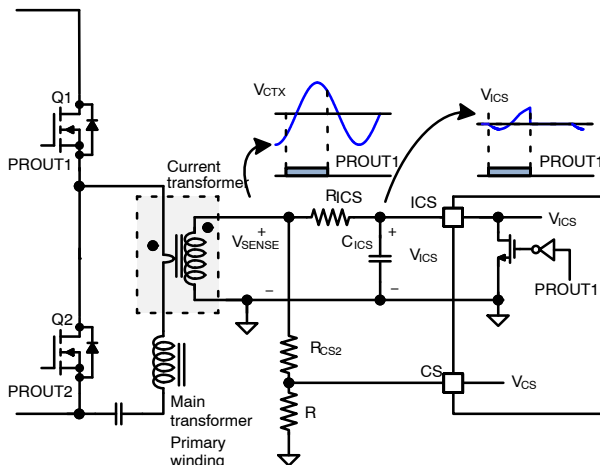
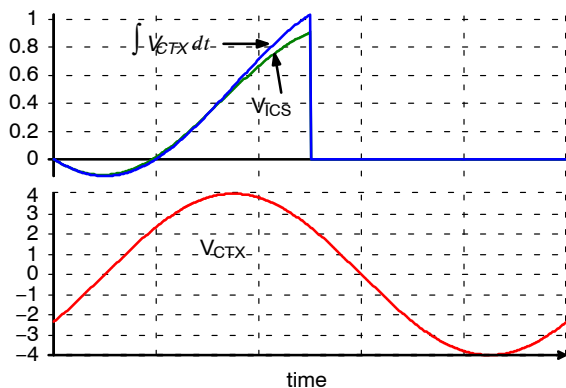
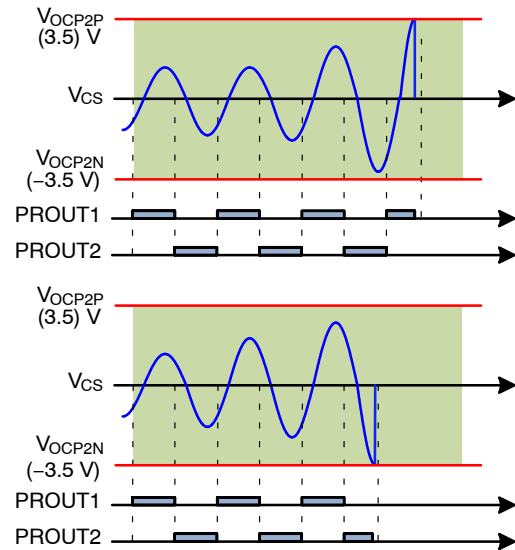

図 61. FAN7688 の電流センス
図 62.  $V_{SENSE}$  からの積分信号 ( $V_{ICS}$ ) の生成
図 66. CS ピンの過電流保護
FAN7688 は瞬時のスイッチ電流とスイッチ電流の積分値を検出します (図 61 参照)。FAN7688 は 2 次側に配置されるため、1 次側電流検出には電流トランスを使用するのが一般的です。PROUT1 が Low の場合、ICS ピンは内部リセット MOSFET により 0 V にクランプされます。これに対し、PROUT1 が High の場合は、ICS ピンはクランプされず、積分コンデンサ ( $C_{ICS}$ ) は、センス抵抗の電圧 ( $V_{SENSE}$ ) と ICS ピンの電圧との差によって充電および放電されます。正常動作中は、電力制限しきい値が 1.2 V であるため、ICS ピンの電圧は 1.2 V 以下です。電流センス抵抗、および電流トランスの巻線比は、電流センス抵抗両端の電圧 ( $V_{SENSE}$ ) が全負荷時で 4 V を上回るように設計する必要があります。従って、 $C_{ICS}$  の充電および放電電流は電流センス抵抗両端の電圧 ( $V_{SENSE}$ ) にほぼ比例するはずですが、図 62 に、 $V_{SENSE}$  の振幅が 4 V の時の理想的な積分信号と  $V_{ICS}$  信号とを比較したものを示します。図から判るように、理想的な積分信号と  $V_{ICS}$  信号を比較すると、約 10% の誤差がありますが、ほとんどの設計で許容範囲内です。更に  $V_{ICS}$  の精度が必要な場合は、 $V_{SENSE}$  の振幅を増大させます。
2. 過電流保護 (OCP2)： $V_{CS}$  が 3.5 V より高いか -3.5 V より低い場合、過電流保護 (OCP) がトリガされます。瞬間的な 1 次側電流も CS ピンで検出されます。図 66 に示すように、CS ピンの OCP しきい値は 3.5 V と -3.5 V であるため、通常、図 61 にあるように、分圧回路を使用して  $V_{SENSE}$  から CS 信号を得ます。OCP には 150 ns のデバウンス時間が追加されます。